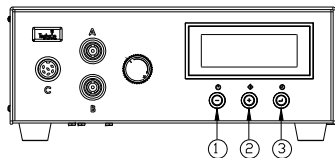

Figura 9.0
5.6 CAMBIO DE LA UNIDAD DE PRESIÓN INDICADA (Consulte la Figura 9.0)
1. Mantenga presionado el botón de ajuste (3) durante dos segundos para ingresar en la pantalla de configuración.
3. Presione el botón de ajuste (3) y el botón (+) simultáneamente para cambiar la unidad de presión indicada a "barios". Repita este paso para cambiar la unidad de presión indicada nuevamente a "psi"
4. Mantenga presionado el botón de ajuste (3) durante dos segundos para salir de la pantalla de configuración.
5.7 CONFIGURACIÓN DE BAJA PRESIÓN (Consulte la Figura 9.0)
5.5 CONTADOR DE CICLOS (Consulte la Figura 9.0)